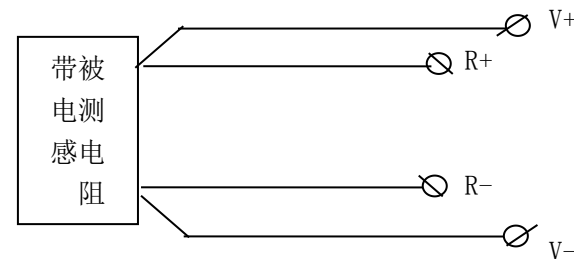

图 6
5.4 带电感的电阻测量。先将消弧键按下，将仪器测试导线与 被测对象相连，如图 6 所示：
- ①选择相对应的量程；
- ②按图 6 示意夹上夹子；
- ③将消弧键复位，面板上数字闪烁，约几秒钟（时间根据电感大小）后，待面板上读数稳定后读取数值；
- ④测试结束，先按下消弧键等待几秒钟后，显示 C0000
- ⑤取下夹子：RL，A、B 之间的压降即用电阻值来表示。